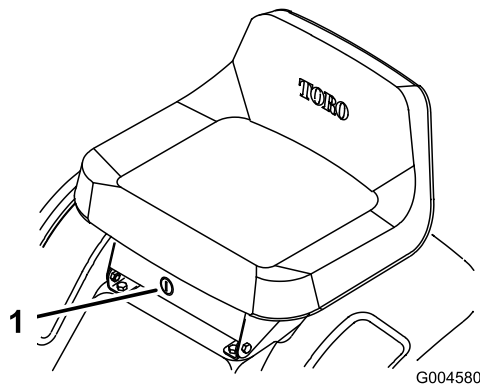

Bild 15
Wenn Sie im Rückwärtsgang den Zapfwellenantrieb (ZWA) benötigen, können Sie diesen Sicherheitsschalter mit Hilfe des KeyChoice-Schalters bei der Sitzhalterung deaktivieren (Bild 15).
2. Stecken Sie den KeyChoice-Schlüssel in das Zündschloss (Bild 15).